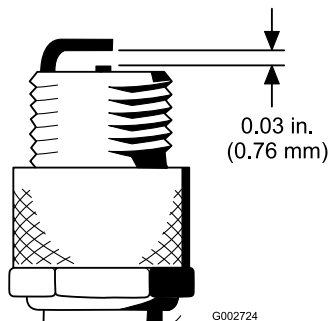

图 28
- 将中心电极与侧电极之间的间隙设置为 0.76mm 请参阅图 28。安装已设定正确间隙、带密封垫片的火花塞并将火花塞拧紧至 23N·m。如果没有使用扭矩扳手请牢固拧紧火花塞。